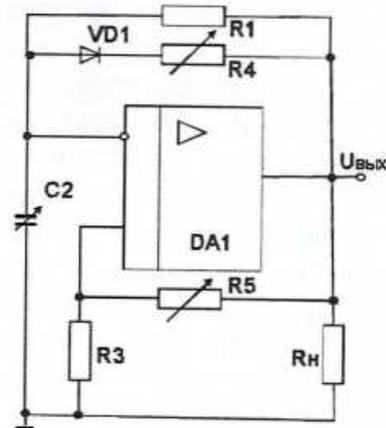

Рис. 3
3.5. Для исследования несимметричного мультивибратора собрать на модуле «Операционный усилитель» схему в соответствии с рис. 3. Использовать выпрямительный диод $VD1$ модуля нелинейных элементов. Установить заданные преподавателем значения параметров элементов схемы. Подключить осциллограф для снятия осциллограмм напряжений. Предъявить схему для проверки преподавателю. Включить электропитание стенда, модуля и осциллографа. Зарисовать осциллограммы напряжения $U_{\text{вых}}(t)$ на выходе мультивибратора и на инвертирующем входе операционного усилителя $U_c(t)$. Определить масштабы осциллограмм, а также период следования импульсов и их частоту. Определить соотношение времени положительного и отрицательного импульсов.